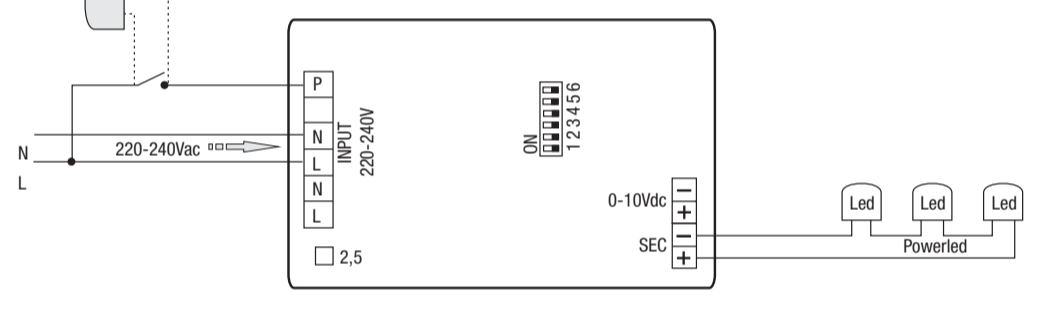

Fig. 5 - Regolazione a pulsante sincronizzato - Synchronized push button control
Possibilità di sincronizzazione (1 Master + 9 Slave) - Fig. 5 and 10. Synchronization cable: Cod. CON/PTDCMD150
N.B.: à de faibles niveaux de réglage la lumière pourrait être instable Possibilité de synchronisation (1 Master + 9 Slave) - Fig. 5 - 10. Câble de synchronisation: Cod. CON/PTDCMD150
N.B.: bei geringer Verstellung das Licht kann instabil sein Möglichkeit der Synchronisierung (1 Master + 9 Slave) - Abb. 5 - 10. Synchronisationskabel: Art.Nr. CON/PTDCMD150
N.B.: a bajos niveles de ajuste la luz puede ser inestable Posibilidad de sincronización (1 Master + 9 Slave) - Fig. 5 - 10. Cable de sincronización: Cod. CON/PTDCMD150
N.B.: em baixos níveis de ajuste a luz pode ser instável Possibilidade de sincronização (1 Master + 9 Slave) - Fig. 5 - 10. Cabo de sincronização: Cod. CON/PTDCMD150
Mulighed for synkronisering (1 Master + 9 Slave) - Fig. 5 og 10 Synkroniseringskabel: Torsk. CON / PTDCMD150